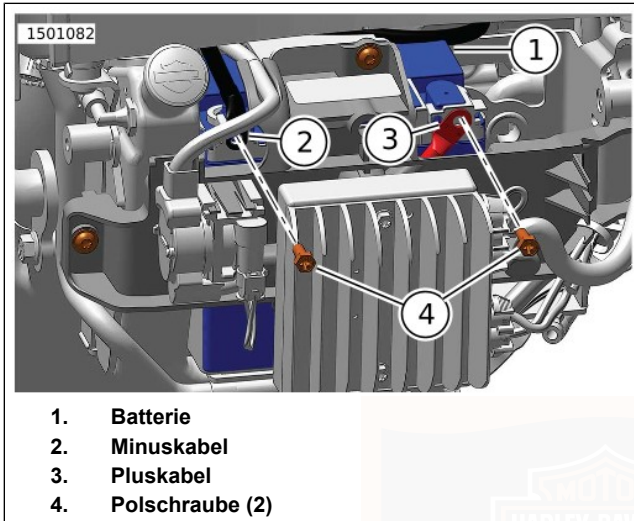

Abbildung 68. Batteriekabel
2. Abbildung 68 Das Batterieminuskabel (2) von der Batterie (1) abklemmen.
3. Das Batteriepluskabel (3) von der Batterie abklemmen.
4. Abbildung 68 Das Batteriepluskabel (3) an die Batterie anschließen. Festziehen.